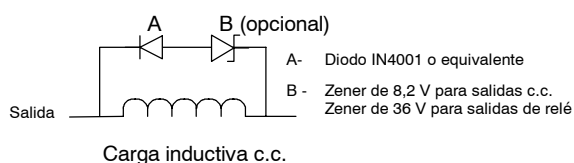

Figura 3-3 Circuito de supresión para una carga de corriente continua
La figura 3-3 muestra un circuito de supresión de ejemplo para una carga de corriente continua. En la mayoría de las aplicaciones es suficiente prever adicionalmente un diodo (A) en la carga inductiva. No obstante, si la aplicación requiere tiempos de desconexión más rápidos, se recomienda utilizar un diodo Zener (B). Vigile que el diodo Zener tenga suficiente capacidad para la cantidad de corriente en el circuito de salida.